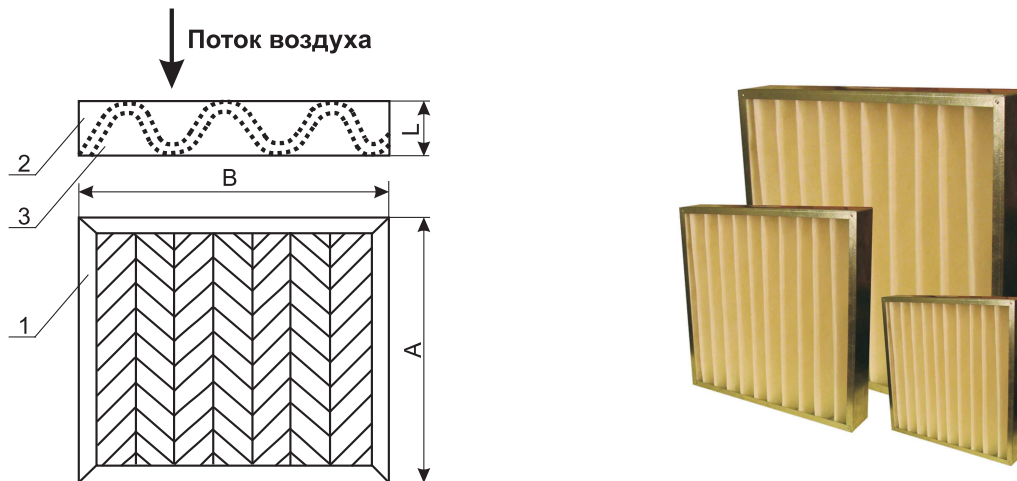

Рис.1 Схема фильтра ФЯГ.
Фильтры ФяГ (рис. 1) состоят из рамки (1), изготавливаемой из картона, оцинкованной стали, пластика или др., внутри которой уложен фильтрующий материал (2) в виде гофр, опирающийся со стороны выхода воздуха на сетку гофрированной (волнообразной) формы (3).